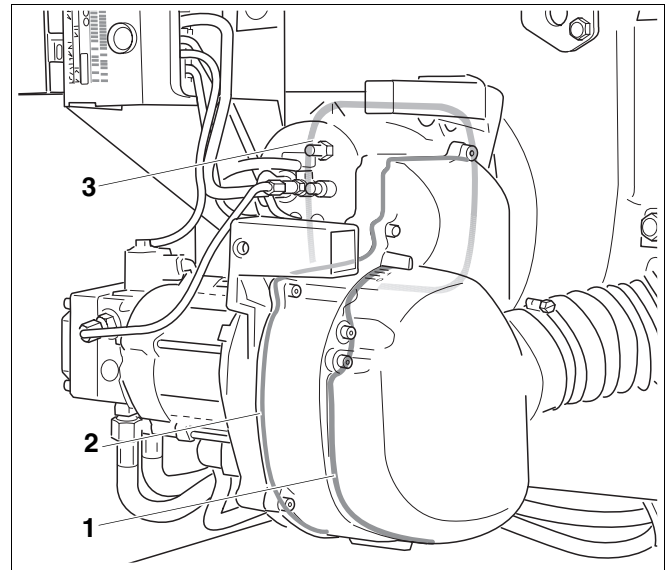

Рис. 33 Дополнительное уплотнение Logator SE RLU
- плоское уплотнение фланца горелки (рис. 33, поз. 3)
- уплотнение шумоглушителя (рис. 33, поз. 1)
- уплотнение основания корпуса круглым шнуром (рис. 33, поз. 2).